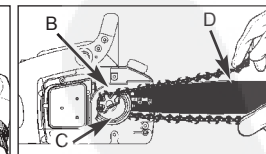

Fig. 4B
2. Faites passer la chaîne autour du pignon (B) derrière l'embrayage (C). Veillez à ce que les maillons s'engagent entre les dents du pignon (Fig. 4B).
3. Dirigez les maillons d'entraînement dans la rainure (D) et autour de l'extrémité du guide-chaîne (Fig. 4B).